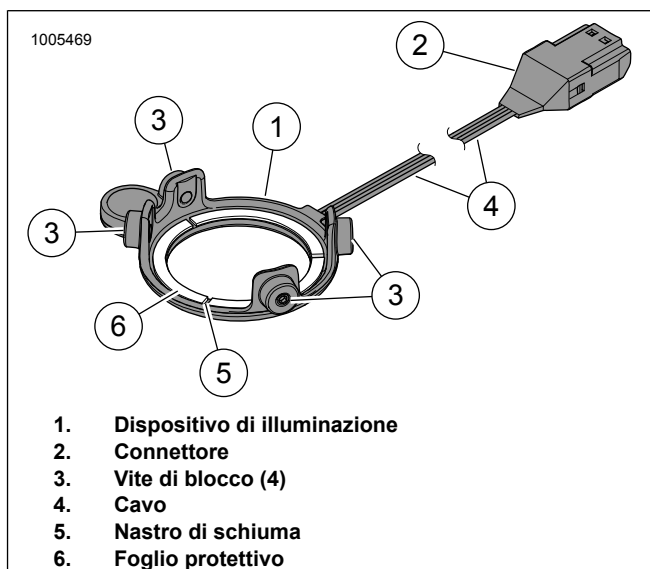

Figura 28. Luce LED, altoparlante rotondo Stage I
7. Vedere la figura 28. Rimuovere il foglio protettivo (6) dal nastro di schiuma (5) sul retro del dispositivo di illuminazione (1).